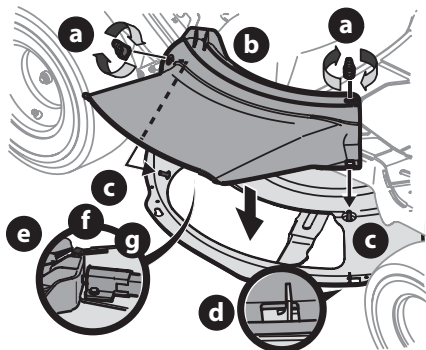

Figure 12
1. Retirez les écrous papillon (a) du plateau de coupe. Gardez-les pour utilisation ultérieure (Figure 12).
2. Installez le déflecteur d'éjection (b) sur l'ouverture du plateau de coupe. Introduisez les goujons (c) sur la surface du plateau de coupe dans les trous sur la partie supérieure du déflecteur d'éjection (b). Introduisez la petite encoche (d) sur le rebord du plateau de coupe dans le trou carré sur la partie inférieure du déflecteur d'éjection (b) (Figure 12).
REMARQUE : Assurez-vous que la partie supérieure arrière du déflecteur d'éjection (b) s'appuie contre l'interrupteur de sécurité (e) situé sur la surface du plateau de coupe. Le moteur ne démarrera pas si le déflecteur d'éjection (b) n'est pas bien installé (Figure 12).
3. Fixez le déflecteur d'éjection (b) en serrant les écrous papillon (a) retirés à l'étape 1 (Figure 12).